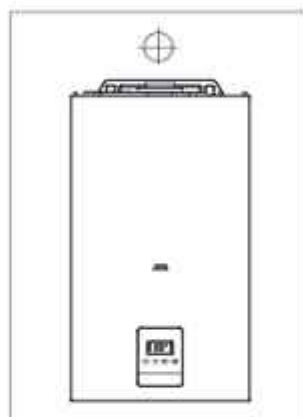

Рис. 9
- далее котел повесьте на подвесную панель (рис. 9)